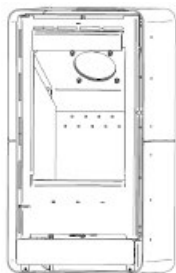

Fig. 7
- 4- Svitare le 4 viti poste all'interno della camera di combustione (Fig. 7) con una chiave a brugola per poter ruotare l'ugello fumi;